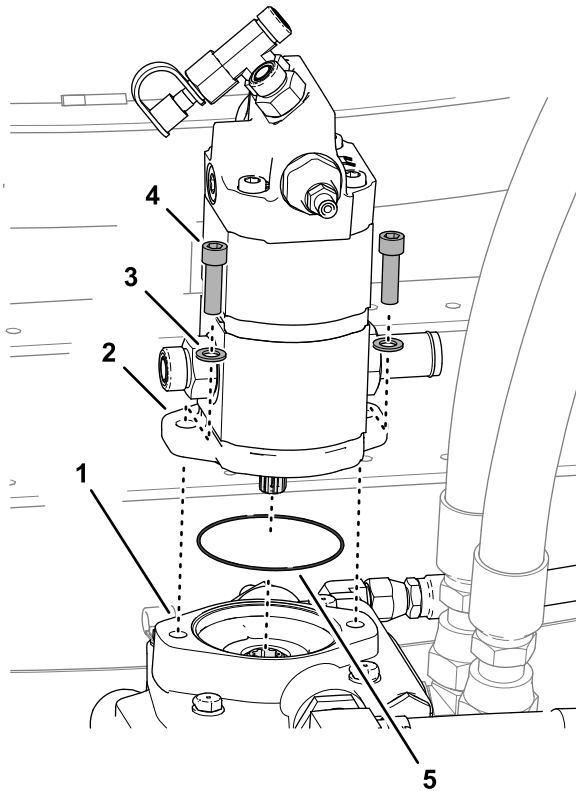

Figure 109
1. Placez le joint torique 85,7/16 mm (3,375/0,630 po) par dessus le couvercle avant de la pompe hydraulique (Figure 109).
2. Alignez les cannelures de l'arbre d'entraînement de la pompe hydraulique et les cannelures de l'accouplement sur la pompe de traction, et insérez l'arbre d'entraînement dans l'accouplement (Figure 109).